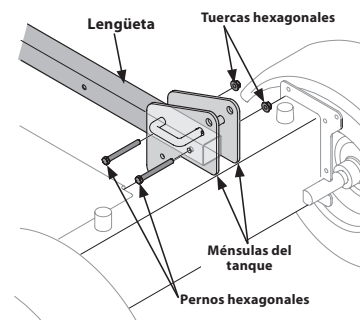

Figura 3
9. Con la máquina rompetroncos todavía sujeta a la base de la caja, extraiga dos pernos hexagonales y tuercas hexagonales del soporte del tanque y extraiga el trozo de madera que está en los soportes del tanque. Vea la Figura 3.
10. Alinee los orificios de la lengüeta con los orificios del soporte del tanque y fijela con los elementos de ferretería que se acaban de retirar. Vea la Figura 3.